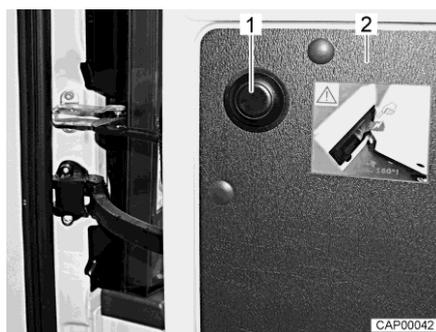

Fig. 15 Bottone a pressione per sbloccare la limitazione
- Aprire la porta di coda (Fig. 15,2) fino all'arresto.
- Premere il bottone a pressione (Fig. 15,1), tenere la porta di coda e aprirla ulteriormente con cautela.